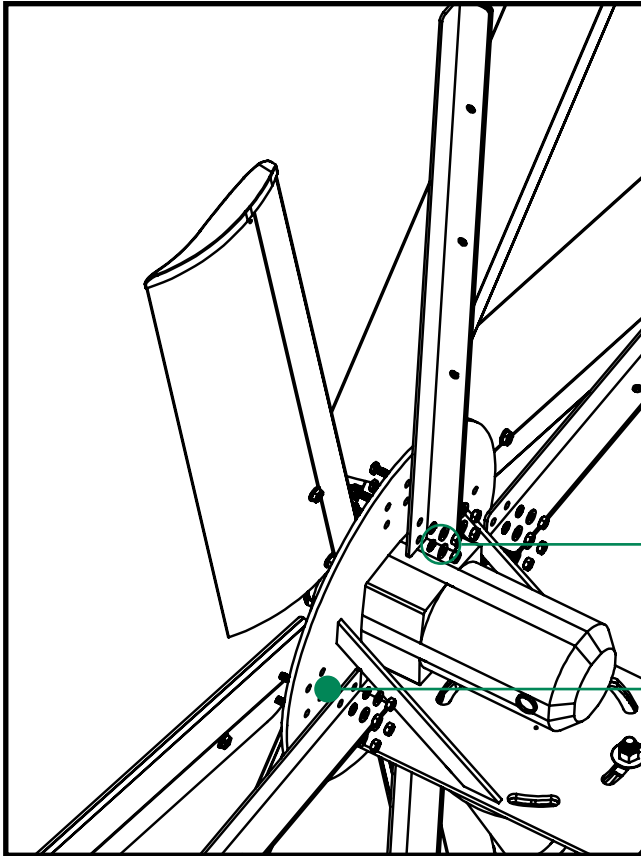

Fig. 9.1
9.1 Coloque el juego de 8 ángulos de aluminio que forman la estructura de la malla de protección trasera (Fig. 9.1) en el plato circular de la unidad de poder, usando los tornillos (02TOR03) kit #3 apriételos de forma moderada.